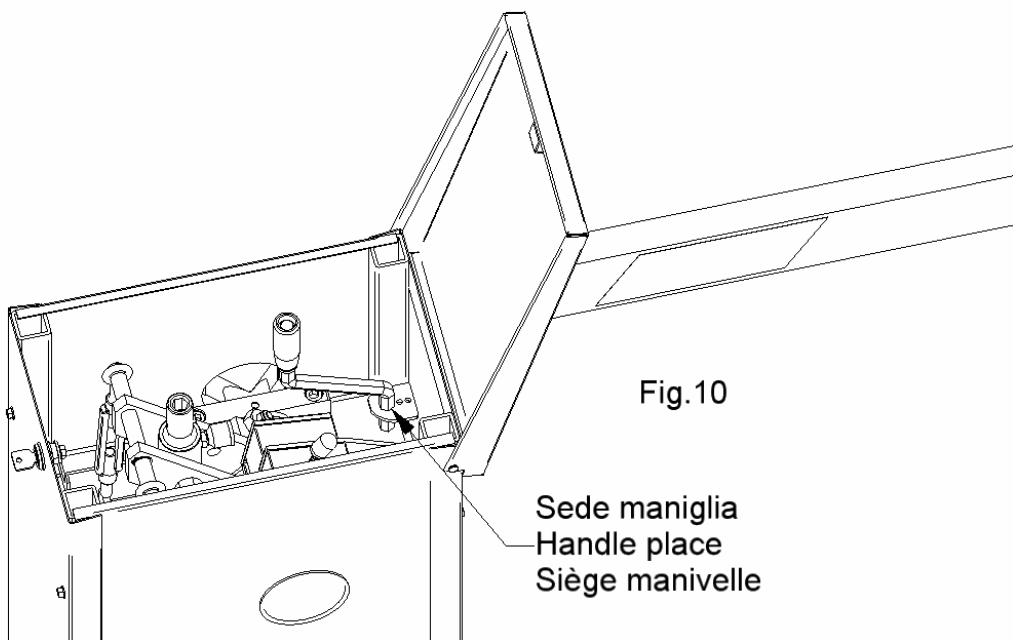

Fig.10
- Aprire il coperchio (pos.42) aprendo la serratura (pos.34).
- Inserire la maniglia (pos.43) nell'innesto comando manuale (pos.32) con sede esagonale presente sulla vite che movimentata l'albero oscillante.
Ultimata la manovra manuale la maniglia va ricollocata nella sua sede (vedi fig.10) ed il coperchio va nuovamente chiuso a chiave. Attenzione con il coperchio aperto non è possibile, per ovvii motivi di sicurezza, il comando motorizzato della barriera poiché il finecorsa di sicurezza (pos.69) è attivato.
- open the cover (pos.42) opening the lock (pos.34).
- insert the handle (pos.43) in the graft command manual (pos.32) with present hexagonal center on the screw that it enlivenes the oscillating tree.
Completed the manual manoeuvre , the handle must be replaced in its center (see fig.10) and close again the cover with the key . Warning: when the cover is open is not possible, for safety, the motorized command of the barrier since the safety limitswitch (pos.69) is activated.
- Ouvrir le couvercle (pos.42) en ouvrant la serrure (pos.34).
- Insérer la poignée (pos.43) dans le greffe commande manuel (pos.32) avec siège hexagonal présent sur les vies qui mouvementent l'arbre oscillant.
- Tourner la poignée en sens horaire ou contraire aux aiguilles d'une montre pour mouvementer la lisse dans les 2 sens. Achevée la manoeuvre manuelle la poignée va repositionnée dans son siège (vois fig.10) et le couvercle va nouvellement fermé à clé. Attention avec le couvercle ouvert n'est pas possible, pour des évidentes raisons de sûreté, le commande motorisé de la barrière puisque le fin de course de sûreté (pos.69) est activé.